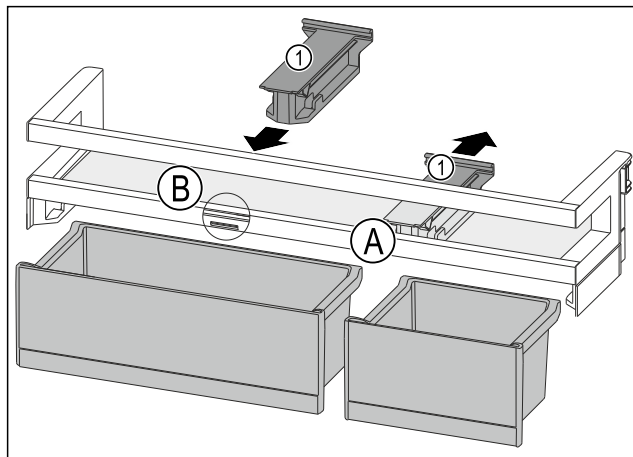

Fig. 97
- Držák Fig. 97 (1) v poloze Fig. 97 (A) stáhněte dozadu.
- Držák Fig. 97 (1) vložte v poloze Fig. 97 (B).